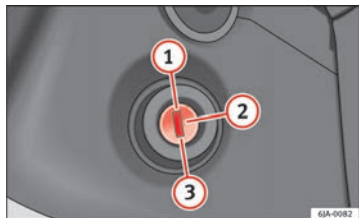

Abb. 101 Zündschlossstellungen
- Während der Fahrt mit stehendem Motor muss der Zündschlüssel immer in der Stellung **②** ⇒ Abb. 101 ⇒ Seite 146 (Zündung eingeschaltet) sein. Diese Stellung wird durch Aufleuchten von Kontrollleuchten signalisiert. Wenn das nicht der Fall ist, könnte es unerwartet zur Verriegelung der Lenkung kommen - Unfallgefahr!
- Der Anlasser darf nur betätigt werden (Zündschlüsselstellung **③** ⇒ Abb. 101 ⇒ Seite 146), wenn der Motor steht. Wird der Anlasser sofort nach dem Ausschalten des Motors betätigt, kann der Anlasser bzw. der Motor beschädigt werden.
- Treten Sie das Kupplungspedal durch ② ⇒ Abb. 101 ⇒ Seite 146 und starten Sie den Motor ③ – ohne auf das Gaspedal zu treten. Halten Sie das Kupplungspedal getreten, bis der Motor anspringt.
- Sobald der Motor anspringt, lassen Sie den Zündschlüssel los. Der Schlüssel springt in die Stellung ② zurück.
- Sollte der Motor nicht anspringen, drehen Sie den Schlüssel nach ca. 10 Sekunden wieder in die Position ①. Wiederholen Sie den Versuch nach ca. 30 Sekunden.
Den Motor schalten Sie durch Drehen des Zündschlüssels in Stellung ① ⇒ Abb. 101 ⇒ Seite 146 aus. ■